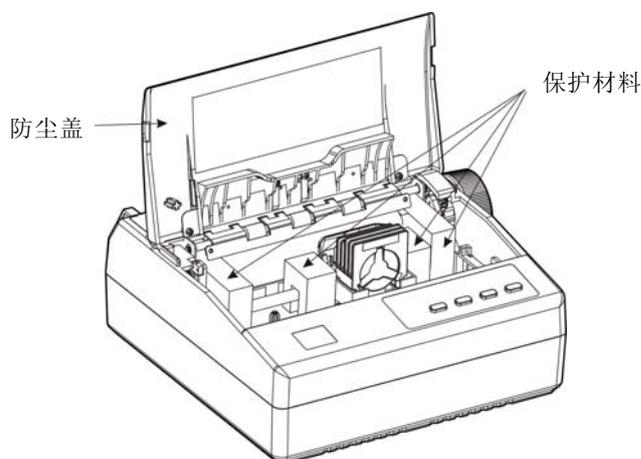

图 1-2 拆除保护材料
1. 打开包装箱，取出打印机，掀起防尘盖，将下图标示的保护材料拆除（如图 1-2）。